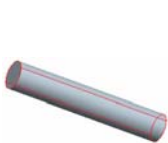
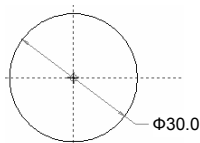
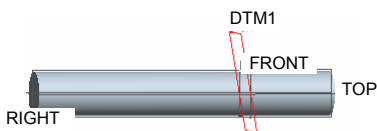

图 5.33.4 实体拉伸特征 1
图 5.33.5 截面图形
图 5.33.6 创建 DTM1
Step3. 创建图 5.33.4 所示的实体拉伸特征 1，相关操作如下：
(1) 单击 **模型** 功能选项卡 **形状** 区域中的 **拉伸** 按钮。
(2) 定义草绘截面放置属性。在绘图区中右击，从弹出的快捷菜单中选择 **定义内部草绘...** 命令，进入“草绘”对话框；选择 FRONT 基准平面作为草绘平面；采用模型中默认的方向为草绘视图方向；选取 TOP 基准平面作为草绘平面的参考；选取 **顶** 作为草绘平面参考的方向；单击对话框中的 **草绘** 按钮。创建特征截面：绘制图 5.33.5 所示的特征截面图形（圆），完成特征截面后，单击“确定”按钮
(3) 在操控板值中，设置两侧的深度类型均为 ，再在深度文本框中输入第一侧深度值 120.0，第二侧深度值 50.0；单击“完成”按钮 ，则完成拉伸特征的创建。
Step4. 创建图 5.33.6 所示的基准平面 DTM1。